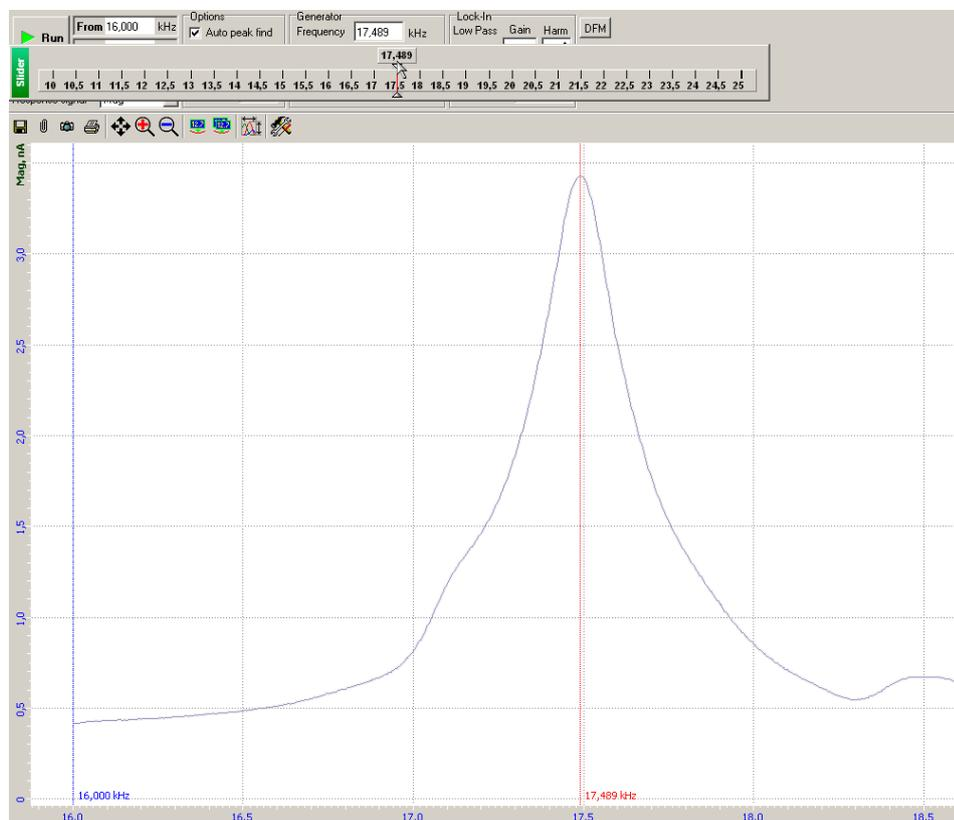

Рис. 6-44
5. Выберите параметр **Frequency** (Рис. 6-44), соответствующий одному из пиков.